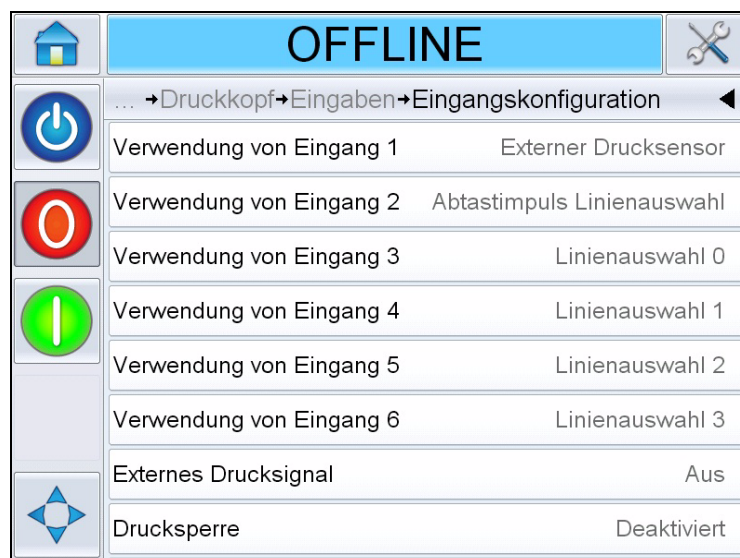

Abbildung 4-10: Eingangskonfigurations-Bildschirm
- **Eingangskonfiguration:** Zeigt die Verwendung der Eingaben 1-6 und den Status der Linieneingaben 0-3, Drucksignale, Jobwarteschlange usw. an (siehe Abbildung 4-10).